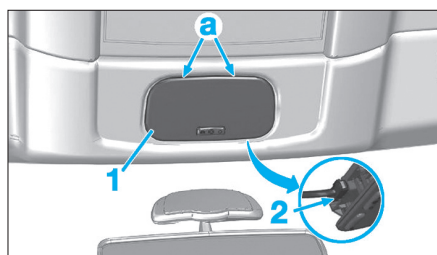

Fig. 39
- Dégrafer le plafonnier (1) en (a) (Fig.39)
- Débrancher les connecteurs (2) (suivant équipement).